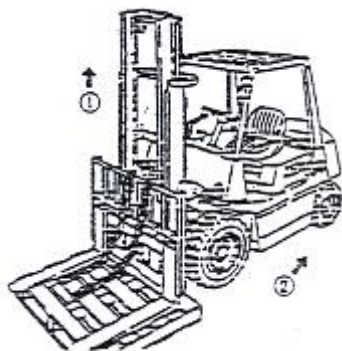

Рис. 2-73
- (1) Поместите паллет на вилы погрузчика и поставьте его на ровную поверхность.
- (2) Опустите вилы, чтобы паллет коснулся земли
- (3) Отсоедините верхнее крепление цепи и снимите цепь с колеса.
- (4) Поднимите внутреннюю мачту (Поз. 1 на Рис. 2-73)
- (5) Сдвиньте на погрузчике назад после подтверждения того, что рама вил была отсоединена от внутренней мачты (Поз. 2 на Рис. 2-73).
- (6) Замените главный ролик.